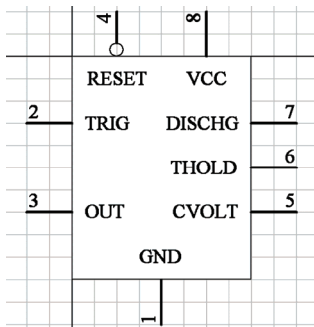

图 3-116 定时器
2. 绘制图 3-116 所示的定时器，其元器件图和现实隐藏引脚的元器件图一致，只是 1、4 和 8 引脚名没有现实，重新添加了文本以显示水平文本。可以参考 555 定时器元器件（位于 Sim.ddb 中的 Timer.lib）进行绘制。